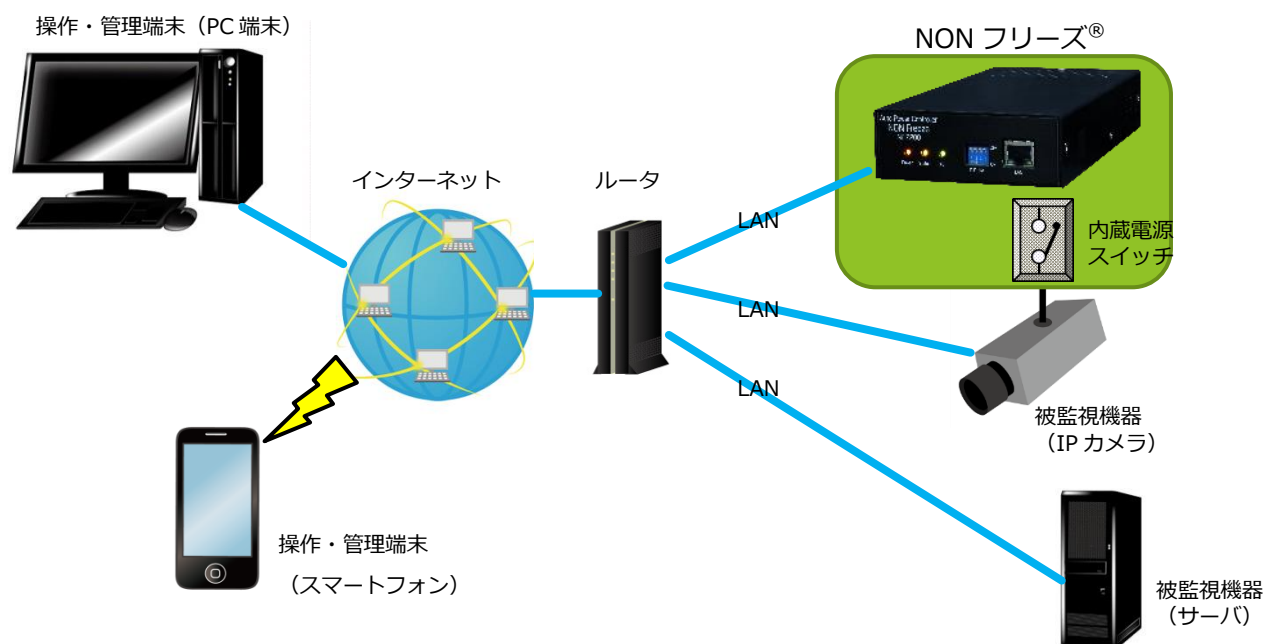

Fig. 1 システム構築例
Fig.1 に本装置を使った高可用性システム構築例を示します。この例では、本装置は被監視機器（IP カメラとサーバ）を常時死活監視し、被監視装置の異常を検知した場合には、①IP カメラに対しては本装置の内蔵電源スイッチ（リレー）を OFF/ON し被監視装置の再起動を、②サーバに対しては HTTP 通信もしくは Telnet 通信により被監視装置の再起動をそれぞれ試みます。また、本装置のスケジュール管理機能にて被監視装置をあらかじめ決まった時刻に起動/シャットダウンし省電力システムを実現することができます。